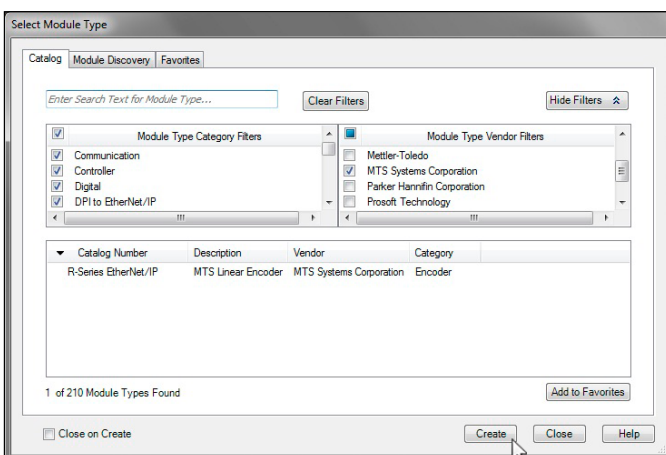

Abb. 121: Neuen Modulbaumerstellen
4. Das Fenster „Select Module Type“ öffnet sich. Suchen Sie im Reiter „Catalog“ in dem Suchfeld nach „MTS Systems Corporation“ (Vorgänger von Temposonics). Der Sensor wird mit der Bezeichnung „R-Series EtherNet/IP“ angezeigt. Wählen Sie diesen Eintrag aus und klicken Sie auf die Schaltfläche „Create“ (Abb. 121).